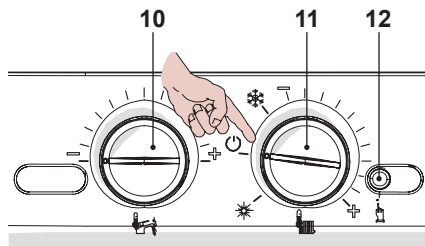

Рисунок 5.71
- Чтобы выйти из режима программирования, установите переключатель функций / регулятор температуры 11, как показано на рисунке см. Рисунок 5.71.